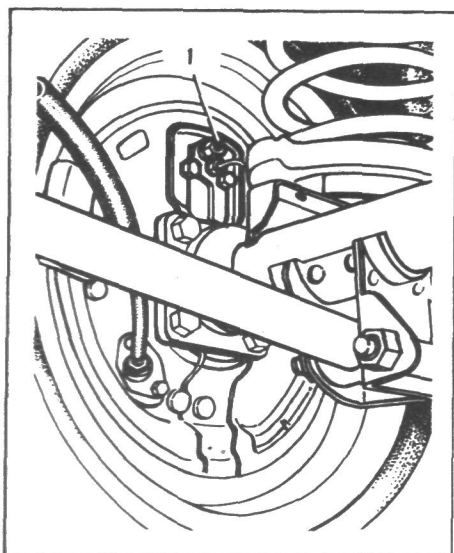

Рис. 59. Вид на щит барабанного тормоза со стороны заднего моста: 1 — штуцер для прокачки гидросистемы задних тормозов;
2. Снимите защитные колпачки со штуцеров 11 (рис. 56) и 1 (рис. 59) и протрите штуцера чистой салфеткой. Наденьте на конец штуцера резиновый шланг из комплекта принадлежностей, а второй конец